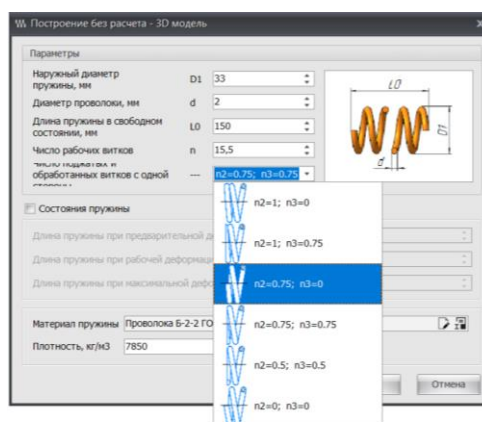

Рис. 20 Назначение параметров Пружины сжатия
- Для построения модели Пружины выбрать функцию **Построение без расчета – Трехмерная модель**. Согласно чертежа (см. рис. 2) задают параметры пружины (наружный диаметр – 33 мм; диаметр проволоки – 4 мм; длина пружины в свободном состоянии – 150 мм; число рабочих витков – 15,5; крайние витки поджаты и зашлифованы на $\frac{3}{4}$) (рис. 20).